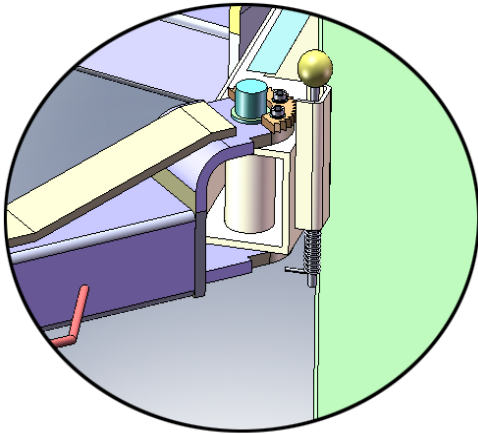

Рис. 30
1. Установка лап подъемника (**Рис. 30**).